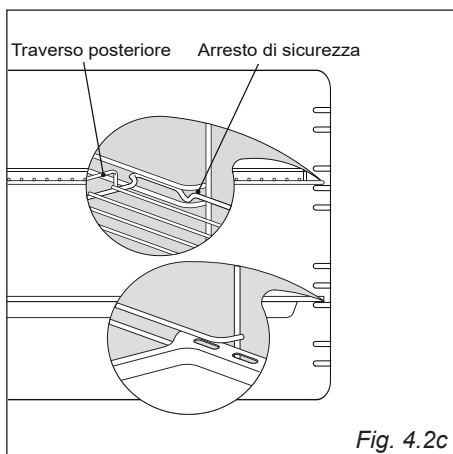

Fig. 4.2c
- Infilare in mezzo alle guide dei telai laterali la leccarda e la griglia come in (fig. 4.2c).